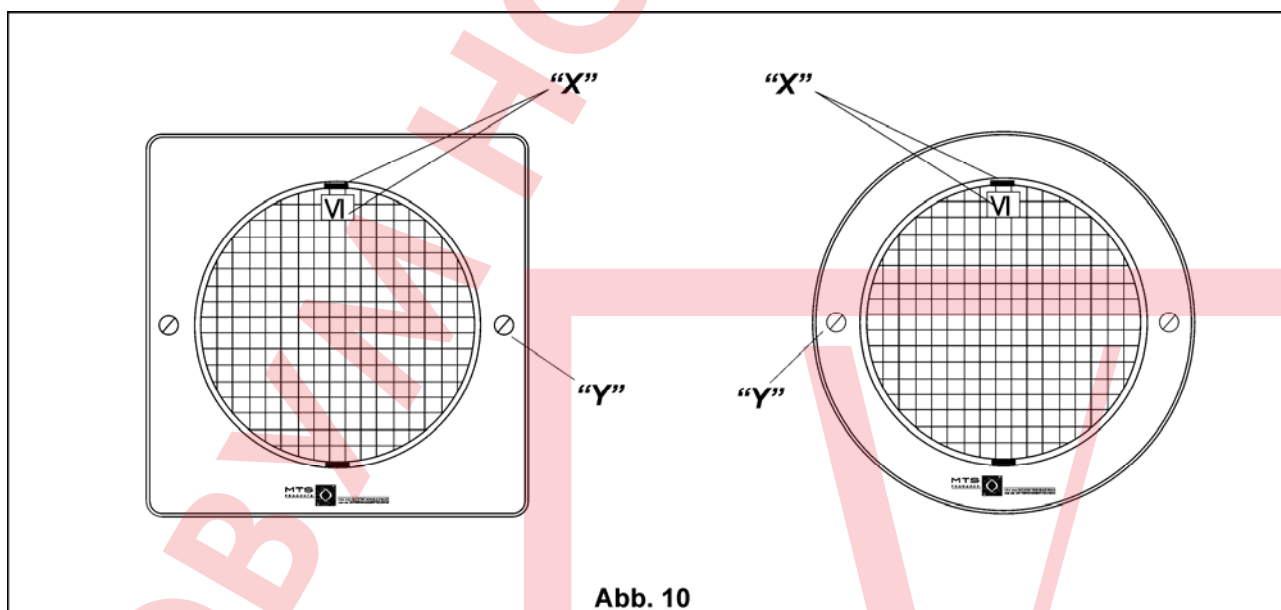

Abb. 10
- Отвёрткой разогните зажим (1) на крышке подсоединения электропроводки(2). Перед вами лампа (4) с двумя электросоединениями (6).
- Раскрутите оба соединительных шурупа (S) и достаньте сломанную лампу. Сначала оденьте на новую лампу кольцо, а затем закрепите подсоединение кабеля к лампе двумя шурупами.
- Для ослабления соединений шурупами используйте зубчатые шайбы (Z). Рекомендуемый крутящий момент при закручивании шурупов  $1,3 \text{ Nm} \pm 0,3 \text{ Nm}$ .
- Следите за правильным расположением лампы в рамке (5). (Рис. 10)